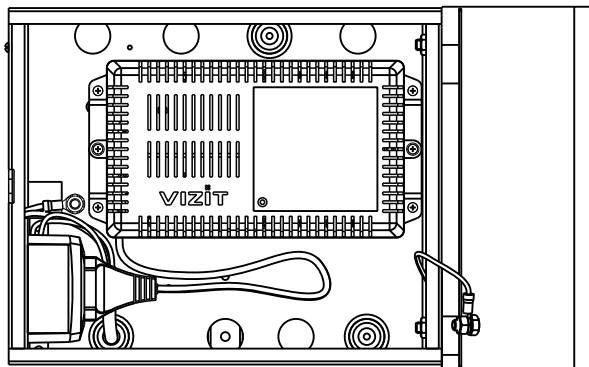

Рисунок 4 - Расположение блока управления **VIZIT** в боксе
- Если конструкция блока вызова предусматривает его заземление, подключите защитный провод блока вызова к клемме ⑪. Защитный провод соединяется с кабельным наконечником клеммы методом опрессовки.
- Подключите сетевую вилку блока управления / блока питания к розетке (см. рис. 4, 5).